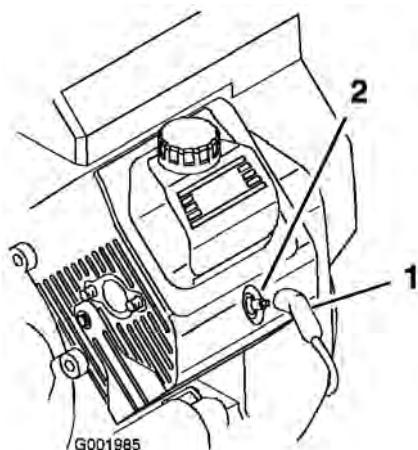

Figura 49
3. Puxe os cabos das velas (Figura 49).
3. Coloque os cabos nas velas de ignição (Figura 49).